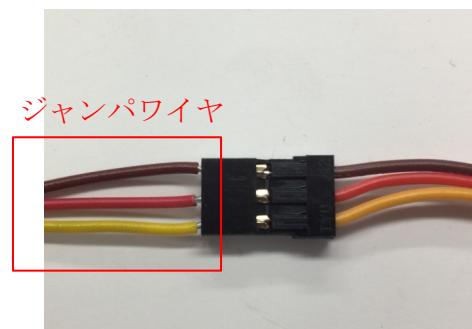

図 7.1.11 : コネクタとジャンパワイヤの接続
(2) サーボモータのコネクタに、図 7.1.11 のようにジャンパワイヤを接続する。